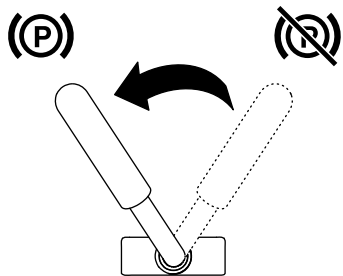

Bild 14
- Drehen Sie den Hebel nach links, um die Feststellbremse zu aktivieren (Bild 14).